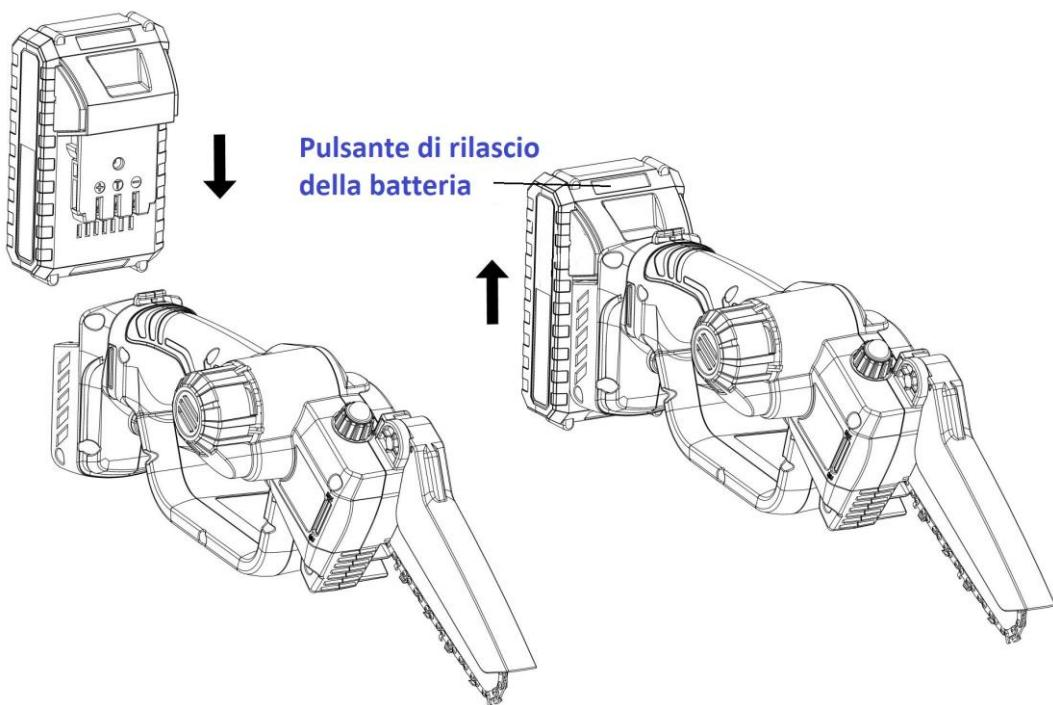

Fig. 3
4.5- Installazione/rimozione della batteria (Fig. 3)
- Per installare la batteria (7), inserire completamente la batteria nel vano batteria.
- Per rimuovere la batteria, premere il pulsante di rilascio della batteria (6), quindi estrarre la batteria.